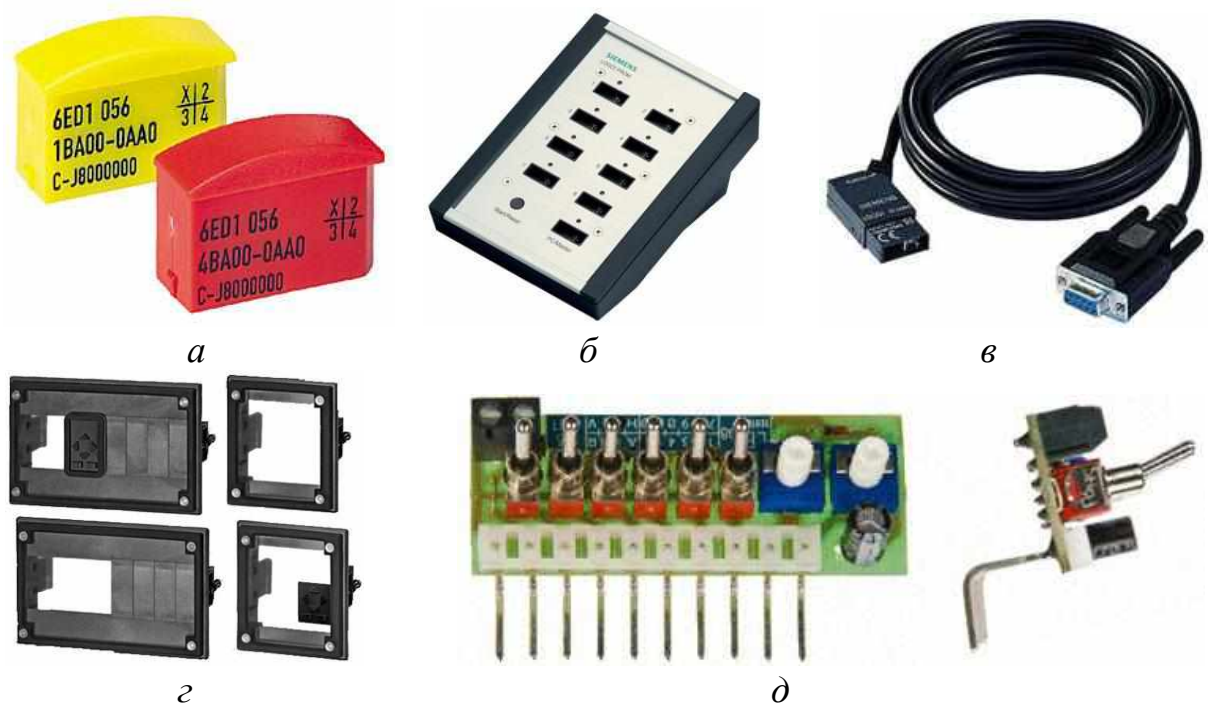

Рисунок 5 – Дополнительные принадлежности Siemens LOGO!
- модуль памяти, батареи, памяти и батареи (рисунок 5, а) для хранения программ и резервирования часов реального времени для модулей Siemens LOGO!;
- программатор модулей памяти LOGO PROM (рисунок 5, б), позволяющие тиражировать запрограммированные картриджи памяти LOGO!;
- соединительный кабель LOGO USB PC (рисунок 5, в);
- имитатор входных сигналов (рисунок 5, д), предназначенный для отладки программ логических модулей.